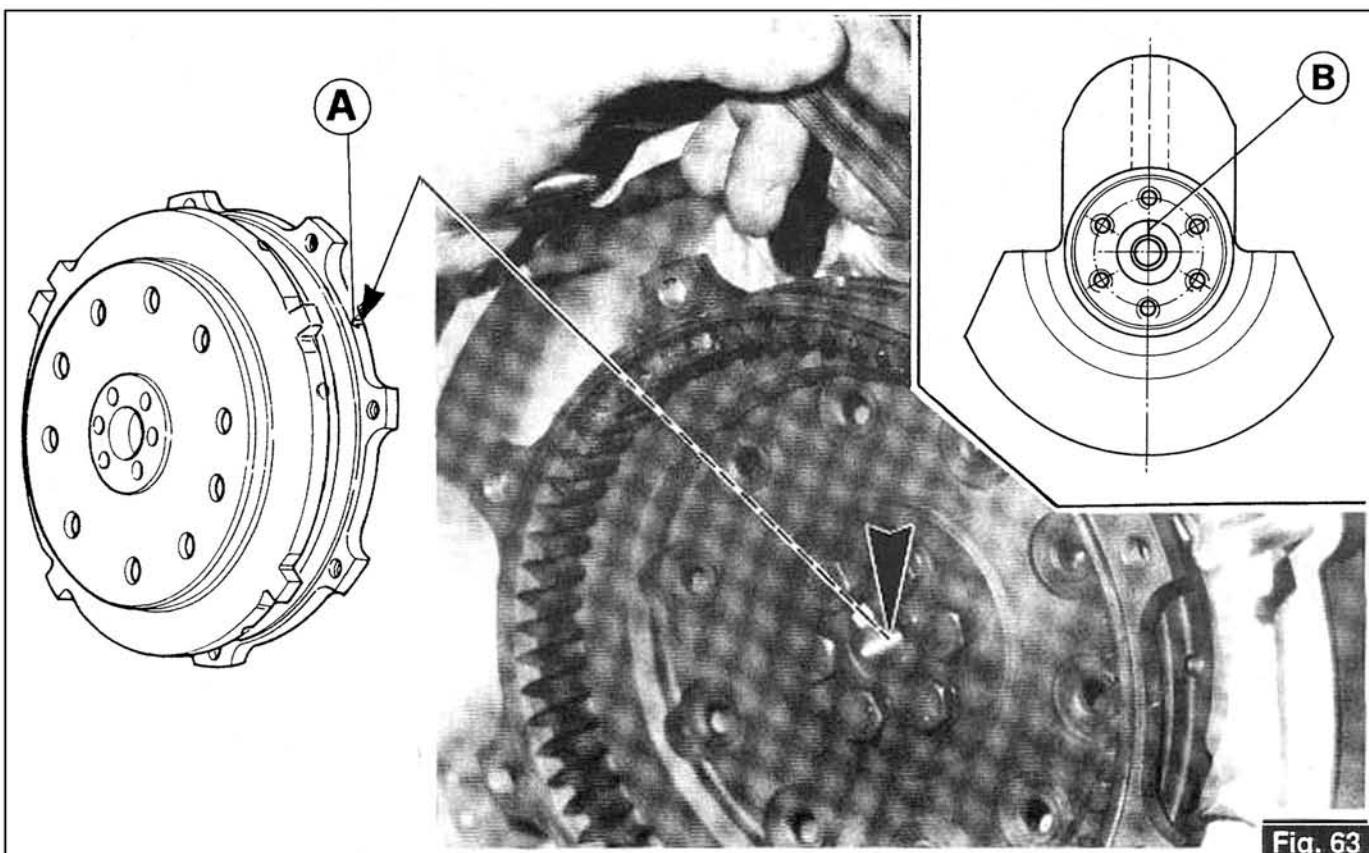

Fig. 63
- Lors du remontage du volant sur le vilebrequin, il faut respecter les références d'emplacement tel qu'elles sont indiquées sur la figure 63 (la flèche «A» imprimée sur le volant moteur doit être alignée avec la marque «B» sur le vilebrequin).
- Bei der Wiedermontage auf die Motorwelle sind die Positionsbezugspunkte, so wie auf der Abb. 63 angegebenen (der auf das Schwungrad aufgestanzte Pfeil «A», muß mit dem Zeichen «B» auf der Motorwelle auf Flucht liegen).